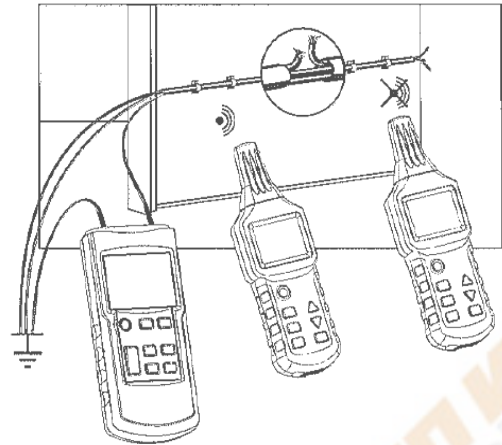

Рисунок 3-1-3
- Все линии, не занятые в измерении, должны быть подсоединены к вспомогательному заземлению (Рисунок 3-1-3).